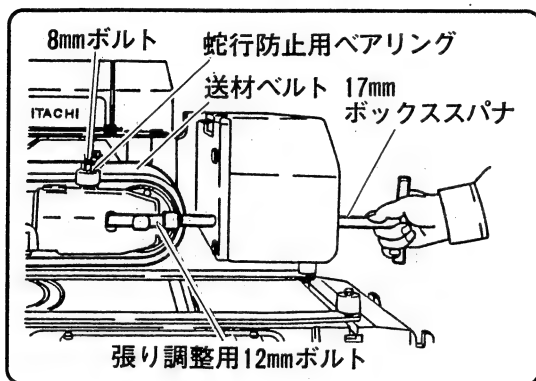

図 38
- (2) 蛇行防止用ベアリングを固定している8mmボルト 2 個を付属の13mmスパナでゆるめ取りはずします。(図38参照)